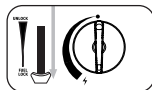
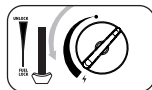

Fig. 3
Fig. 4
3. Pressione a alavanca do cartucho (6) para baixo (fig. 3) e feche a tampa do cartucho.
4. Se ouvir um ruído sibilante, isso significa que o cartucho não está bem colocado. Não tente acender o aparelho, mas mova a alavanca (6) para a posição "UNLOCK" e repita os passos do 1 ao 4.
5. Gire a roda (8) completamente para a posição de ligado até que faça clique (fig. 4). Repita esta ação até o queimador acender.